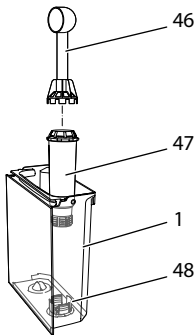

Abb. 25: Wasserfilter ein-/ ausschrauben
- Entfernen Sie den Wasserfilter, wenn das Gerät Sie dazu auffordert (siehe Abb. 25, Seite 29).